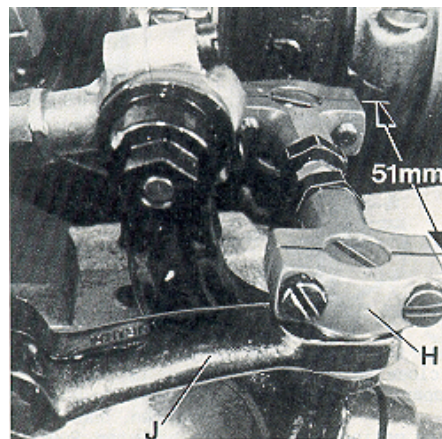
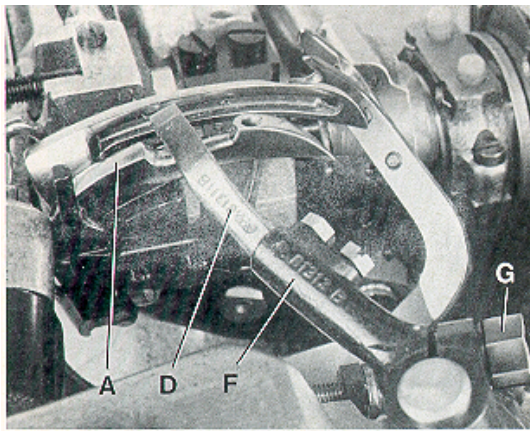
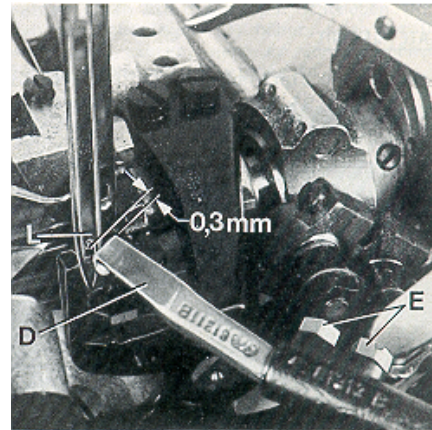

Fig.13
Fig.14
Fig.15
The distance (set at the factory) from center to center of the two ball joints driving the cross looper should be 51 mm (2") (see Fig. 13).
Basically the front ball joint (H, Fig. 13) should be positioned as far as it will go to the left in the fastening slot of the cross looper drive lever (J).
When rotating the handwheel in operating direction cross looper (D, Fig. 14) should swing as close as possible in the recess behind the eye over the double locked stitch looper (A) without contacting it.
At the left end of its swing motion cross looper (D, Fig. 15) must be positioned so that the left needle (L) securely stitches into the thread loop hanging around the hook of cross looper (D). In front of the left needle the cross looper should pass in a distance of 0.3 mm (.012") (see Fig. 15).
Der Abstand (im Werk eingestellt) von Mitte zu Mitte zwischen den beiden Kugelgelenken zum Antrieb des Quergreifers muß 51 mm betragen (siehe Fig. 13).
Standardmäßig soll das vordere Kugelgelenk (H, Fig. 13) so weit wie möglich nach links im Befestigungsloch des Quergreifer-Antriebshebels (J) gestellt werden.
Beim Drehen des Handrades in Nährichtung soll der Quergreifer (D, Fig. 14) so dicht wie möglich in der Aussparung hinter dem Ohr über den Doppelkettenstichgreifer (A) schwenken, ohne diesen zu berühren.
Am linken Ende seiner Schwenkbewegung muß der Quergreifer (D, Fig. 15) so stehen, daß die linke Nadel (L) sicher in die um den Haken des Quergreifers (D) hängende Fadenschleife einsteicht. Vor der linken Nadel soll der Quergreifer in einem Abstand von 0,3 mm vorbeischnellen (siehe Fig. 15). Prüfen Sie dies wie folgt: Hängen Sie einen Faden um den Haken des Quergreifers und ziehen ihn leicht in Nährichtung. Nun drehen Sie am Handrad in Nährichtung; die linke Nadel muß sicher zwischen den beiden Fadenenden einstechen.
After loosening the two screws (E, Fig. 15) the 0.3 mm (.012") distance to the left needle is adjustable. Retighten screws on the flat of the cross looper shank. After loosening clamp screw (G, Fig. 14) cross looper lever (F) can be raised or lowered for setting the height of cross looper (D) with respect to the double locked stitch looper (A) and it can be tilted to the right or left for adjusting the swing motion of the cross looper with respect to the left needle. Retighten clamp screw. If required the length of the path of the cross looper swing motion can be reduced by positioning ball joint (H, Fig. 13) to the right in the fastening slot of the cross looper drive lever (J).
Nach Lösen der beiden Schrauben (E, Fig. 15) kann der 0,3 mm Abstand zur linken Nadel eingestellt werden. Ziehen Sie die Schrauben wieder auf der Befestigungsfläche des Quergreifers fest. Nach Lösen der Klemmschraube (G, Fig. 14) kann der Quergreiferhebel (F) nach oben oder unten verschoben werden, um die Höhe des Quergreifers (D) zum Doppelkettenstichgreifer (A) einzustellen und nach rechts oder links geschwenkt werden, um die Schwenkbewegung des Quergreifers in Bezug zur linken Nadel einzustellen. Ziehen Sie die Klemmschraube wieder fest. Bei Bedarf kann der Schwenkweg des Quergreifers durch Versetzen des Kugelgelenks (H, Fig. 13) im Befestigungslangloch des Quergreifer-Antriebshebels (J) nach rechts verkleinert werden.